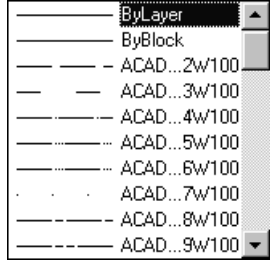

图 7-27 设置线型
(5) Linetype。设置图层的线型。单击其右边的下拉箭头将得到如图 7-27 所示的线型